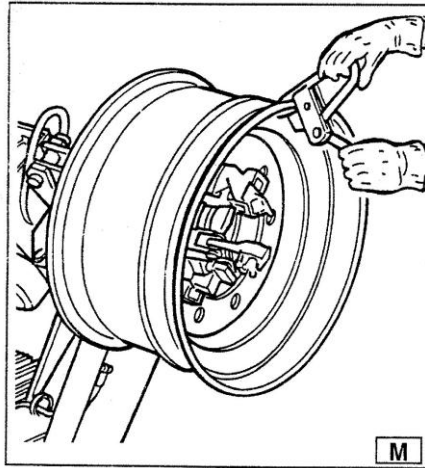

Рисунок 11. Прикрепление зажима к внешнему краю обода
- 3) Прикрепите вспомогательное устройство RP к внешнему краю обода в верхней точке (Рис.11).